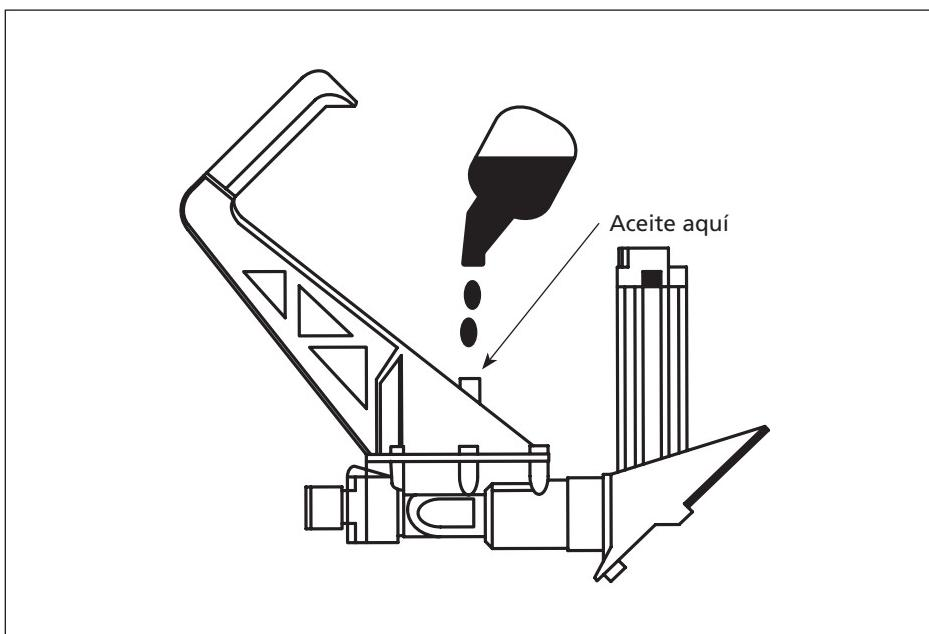

Figura 12 - Incline la clavadora para agregar el aceite
2. Gire la clavadora de modo que la entrada de aire quede mirando hacia arriba. Agregue de 4 a 5 gotas de aceite sin detergente 30W en la entrada de aire (*ver Figura 12*). **NO USE** aceites con detergentes, aditivos de aceite, ni aceites para herramientas neumáticas. Los aceites para herramientas neumáticas contienen solventes que pueden averiar los componentes internos.